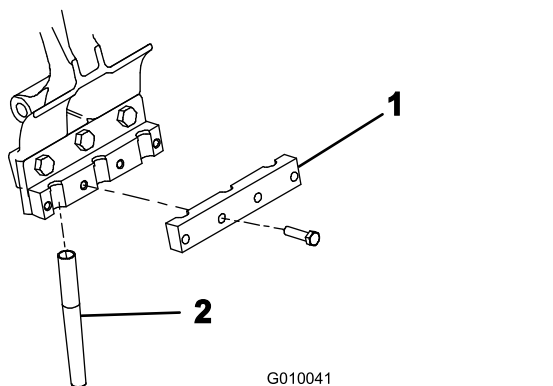

Figure 24
5. Fixez légèrement une bride de serrage sur chaque porte-louchets (Figure 24) à l'aide de 4 boulons ($\frac{3}{8}$ x $1\frac{1}{2}$ po). Ne serrez pas les boulons.